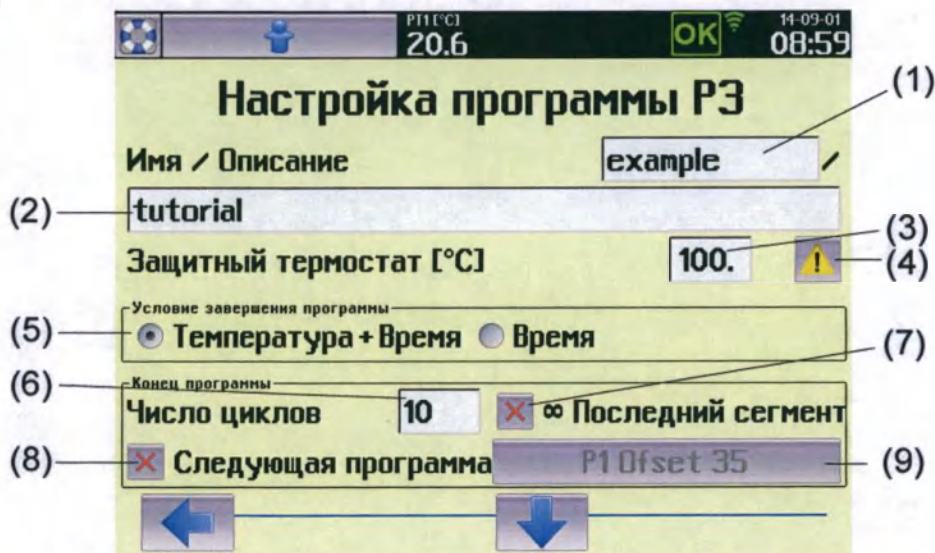

рис. 49
Защитный термостат служит для защиты материала, самого инкубатора и окружающей его среды при недопустимом превышении (снижении) температуры в камере аппарата либо при нестандартном ходе процесса регулирования. В зависимости от настроек (3) и (4), рис. 49, при активации защитного термостата подается сигнал предупреждения (⚠) либо ошибки (❌). Подробнее см. 4.4.3.